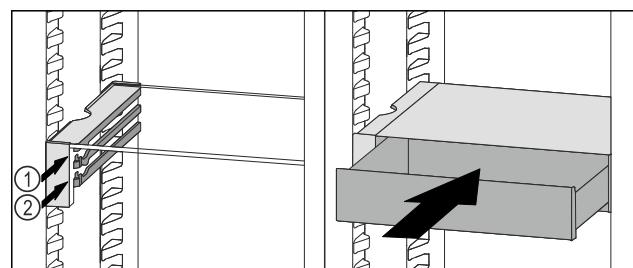

Fig. 105
- VarioSafe-Schubfach hinter den Stopfern auf gewünschter Rippe Fig. 105 (1) oder Fig. 105 (2) aufsetzen.